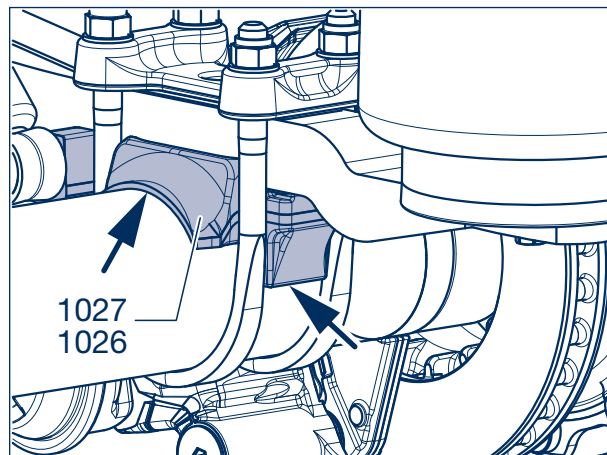

Рисунок 4
- [8] Положить на балку оси новые опорные пластины рессор (1026, 1027), причем резьбовое отверстие должно быть направлено на середину оси. При планировании последующей установки демонтированной оси опорные пластины рессор можно установить в пределах отметок (рис. 4).